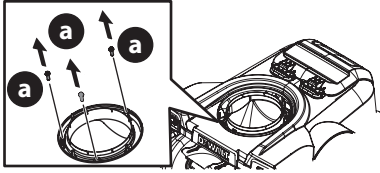

Figure 6
1. Retirez les vis à rondelle hexagonale (a) de la base de la goulotte (Figure 6).